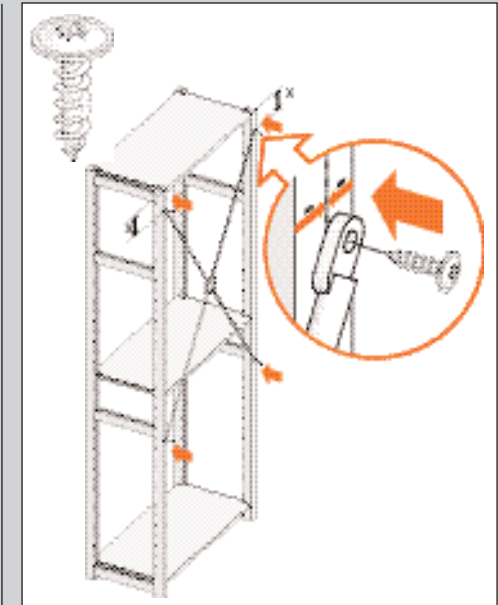

ABBILDUNG 31
3. Schrauben Sie die Ringdiagonale mit 2 Schrauben oben in der Mitte des Ständers fest. Achten Sie darauf, dass Sie die Ringdiagonalen auf beiden Seiten in gleicher Höhe festschrauben (Abb. 31).